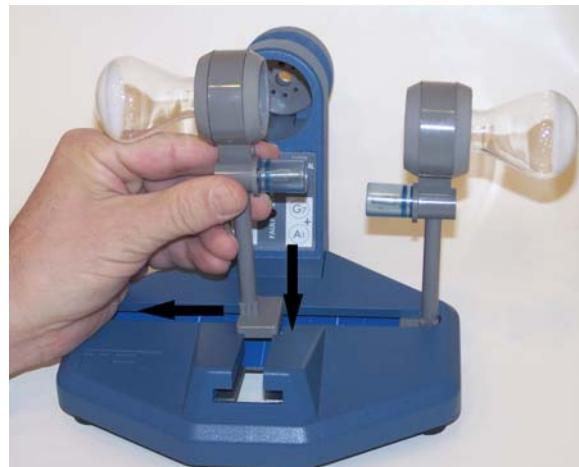

Fig. 2
- Los soportes se insertan en la ranura guía en la base del soporte para tubo y se desplazan uno totalmente a la derecha y el otro a la izquierda (ver Fig. 2).